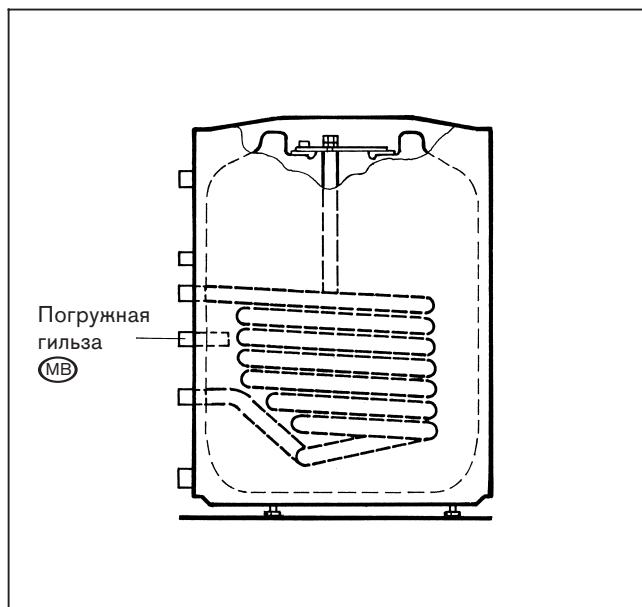

Рис. 7
- Произвести монтаж датчика в погружную гильзу (МВ) на задней стороне бойлера (рис. 7).